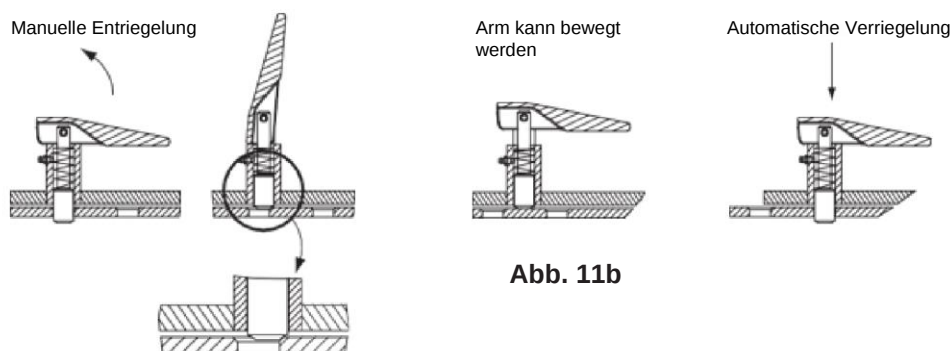

Abb. 11b
- Die obere Position (für den Fahrbetrieb auf Baustellen) und die untere Position (für Straßenbetrieb) kontrollieren und den Verschlussmechanismus der Griffautomatik (Abb. 11b) auf ordnungsgemäße Funktion prüfen.